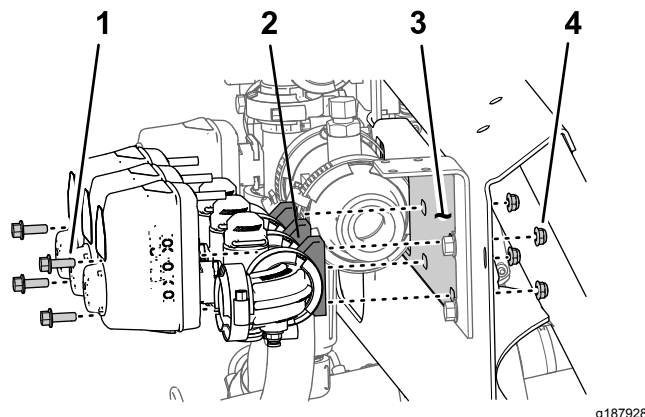

Рисунок 52
- Удалите два болта с фланцевыми головками (1/4 x 3/4 дюйма) и две контргайки (1/4 дюйма), которые крепят клапан правой секции стрелы к креплению коллектора (Рисунок 52).
- Удалите два болта с фланцевыми головками (1/4 x 3/4 дюйма) и две контргайки (1/4 дюйма), которые крепят клапан левой секции стрелы к креплению коллектора (Рисунок 52).
- Снимите клапаны секций стрелы с крепления коллектора и отложите клапаны в сторону (Рисунок 52).